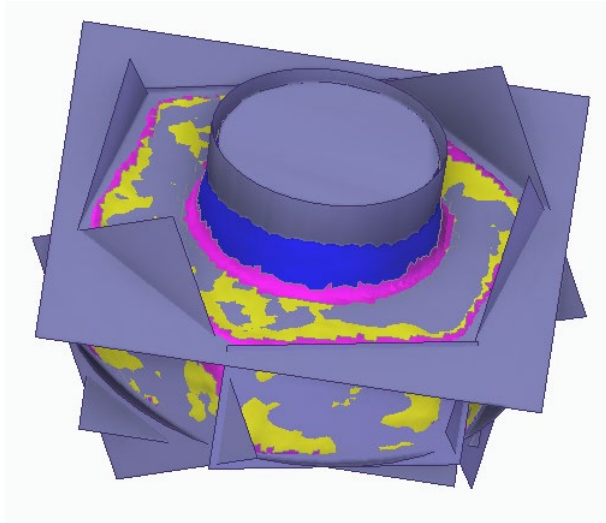

Рис. 2.6. Результат первичного выделения аналитических поверхностей
2. Выделим аналитические поверхности, см. рис. 2.6.